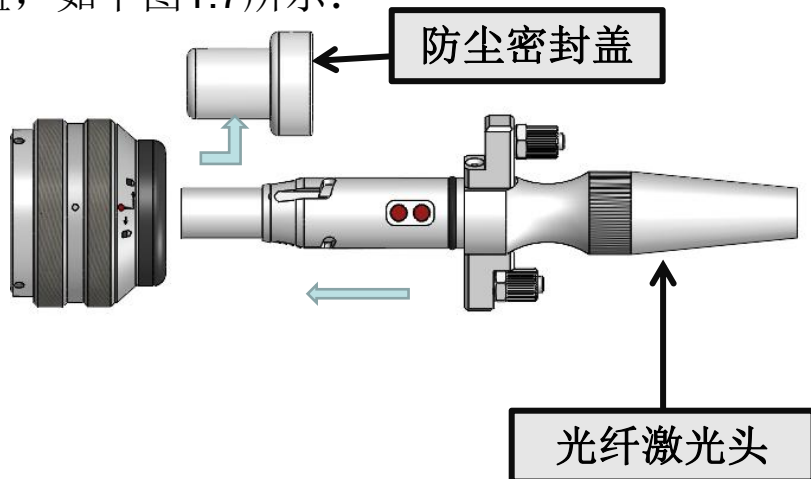

图1.7
① 将准直头水平放置，取下头子上的白色帽子与静电贴，取出防尘密封盖，如下图1.7所示：